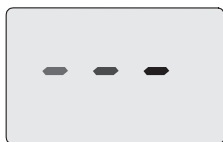
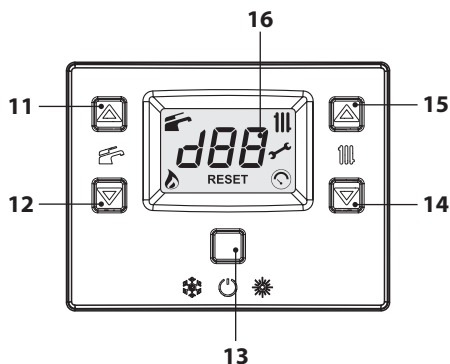

Figura 6.4
Figura 6.5
- Alimentare elettricamente la caldaia azionando l'interruttore bipolare previsto in installazione Il display LCD visualizza il simbolo  (i trattini vengono accesi in sequenza per simulare uno scorrimento) (Figura 6.4).
- Tenere premuto per 2 secondi il tasto 13 fino a far apparire sul display entrambe i simboli  e  Figura 6.5.
- Spegnerne la caldaia tenendo premuto per 2 secondi il tasto 13 (Figura 6.5) fino a far apparire sul display LCD il simbolo  (i trattini vengono accesi in sequenza per simulare uno scorrimento) (Figura 6.4).